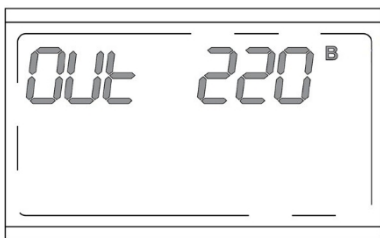

Рисунок 16. РК-дисплей у режимі налаштування вихідної напруги
1. Натисканням кнопки приблизно 8-40 секунд  перевести РК-дисплей у режим налаштування вихідної напруги (**рисунок 16**). Та дочекатися коли значення стане 230 вольт і автоматично збережеться.